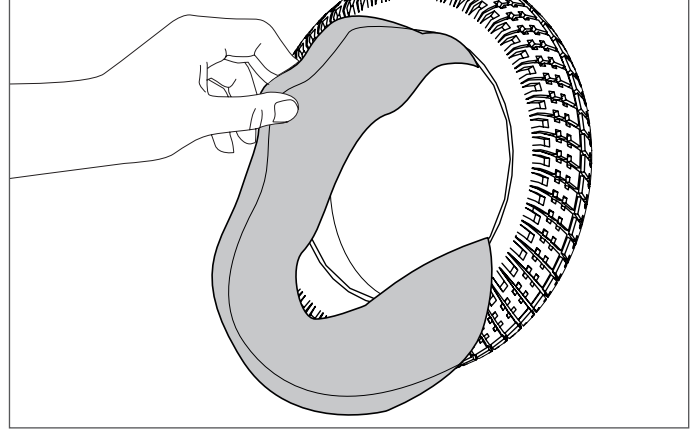

Fig. 8.9
- Vor dem Wiedereinbau sicherstellen, dass alle Teile sauber sind (Fig. 8.9).